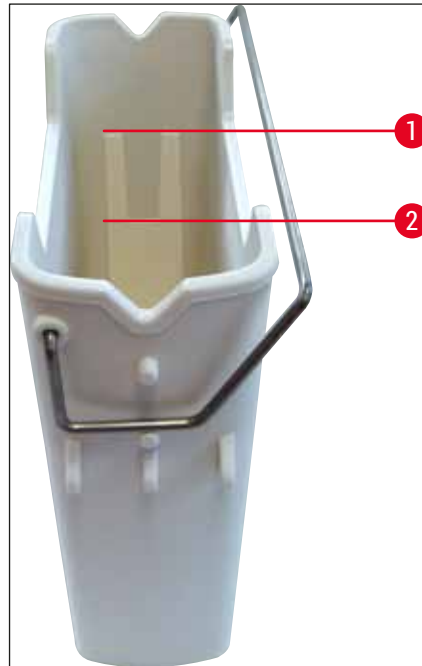

Abb. 67
4. Prüfen, ob Füllstand ausreichend ist (→ Abb. 67) und das Reagenz frei von Verschmutzungen ist. Bei Verschmutzung ist das Xylol zu erneuern (→ S. 38 – 4.6.3 Reagenzienküvetten vorbereiten, befüllen und in die Eingabeschublade einsetzen) und die Reagenzienküvette vor dem Wiederbefüllen zu reinigen.